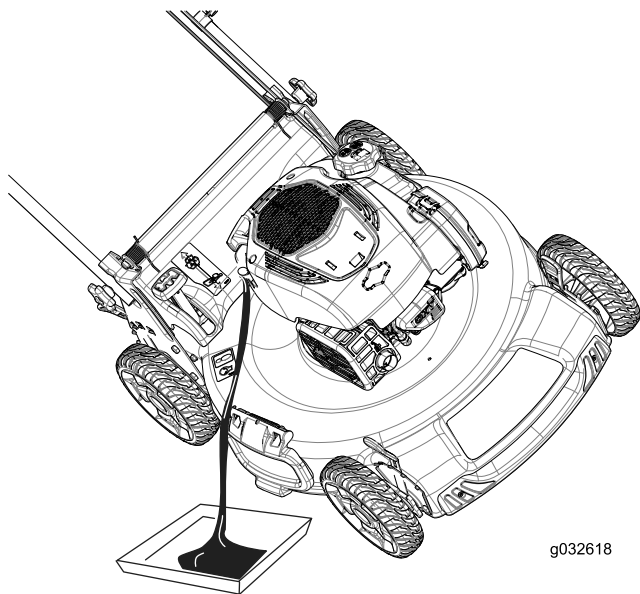

Rysunek 22
- Wymij wskaźnik poziomu, obracając jego korek w lewo i wyciągając go (Rysunek 22).
10. Odczytaj poziom oleju na wskaźniku (Rysunek 22).